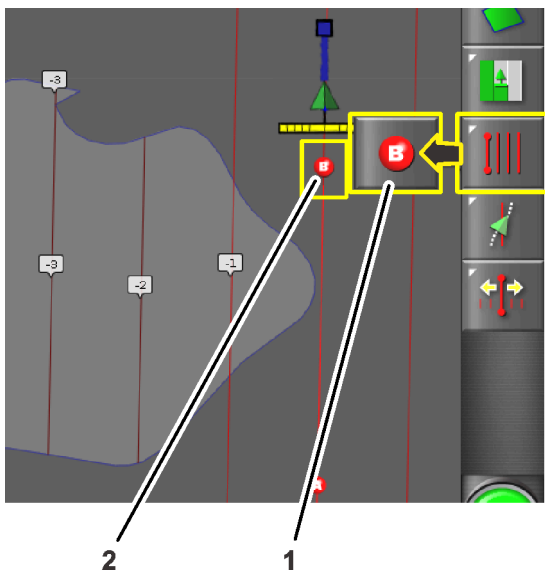

図 13
6. マシンをフィールド境界の反対側に移動し、ABガイドラインが (図 13)を参照する位置まで移動します。
7. セットポイントBアイコン (図 13)を押します。